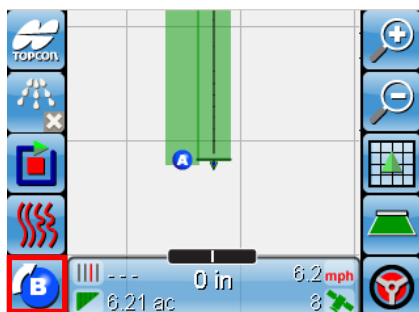

Figura 9-25. Establezca el punto B para marcar el final de hilera
6. Siga la ruta de guiado y vuelva a seleccionar  (figura 9-25) para marcar el final de la ruta y para comenzar una nueva. Haga esto hasta que haya completado la cobertura de su campo.